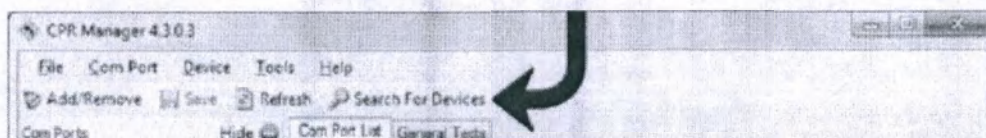

рис. 77
1. В программе «CPR Manager» кликните «Search For Devices» («Поиск устройств»). См. рис. 77. Программа попытается найти все устройства, обнаруживаемые в сети Ethernet.